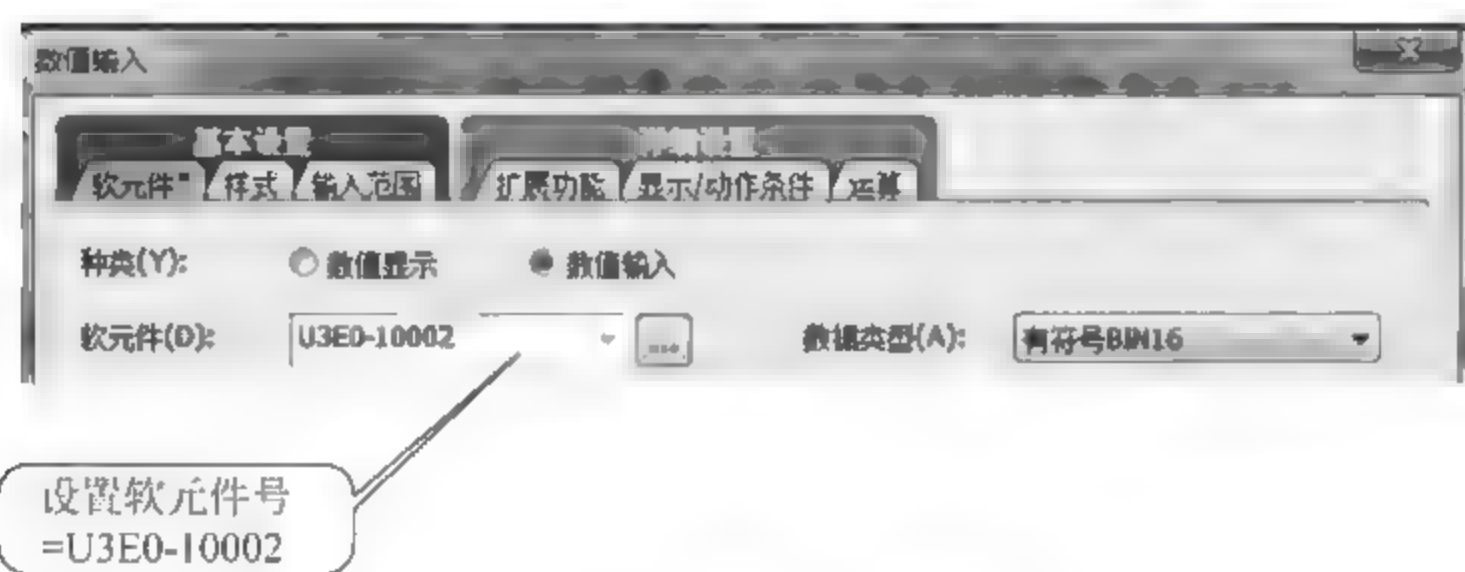

图 24-13 器件地址号的设置
(1) 在 GOT 上制作一个“数据输入”器件，该器件用于输入数据。器件的地址号根据表 24-1 设置为“U3E0-10002”，如图 24-13 所示。